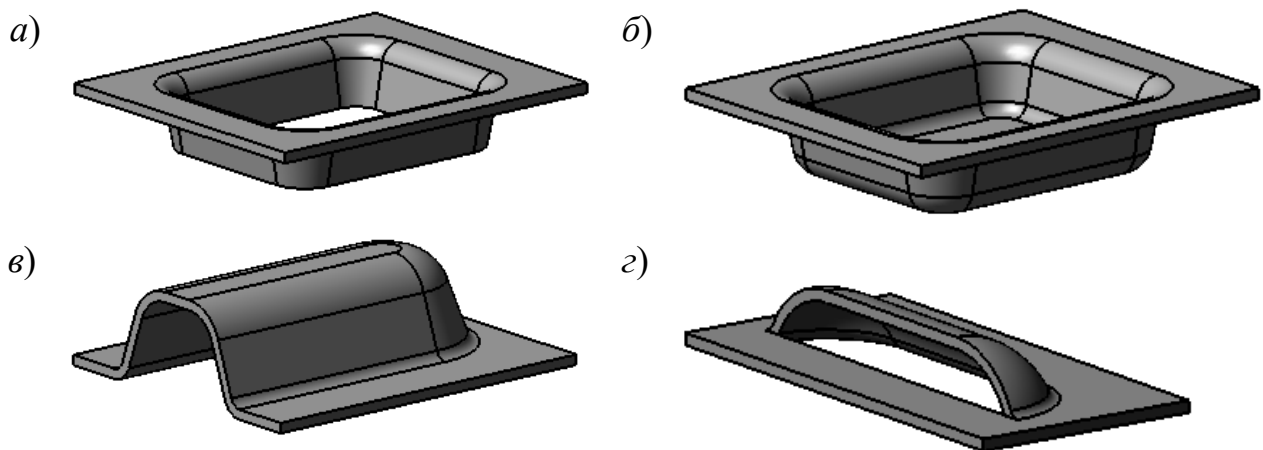

Рисунок 17.4 – Штамповочные элементы
- открытая и закрытая штамповка (рисунок 17.4, *а*, *б*);
- буртик (рисунок 17.4, *в*);
- жалюзи (рисунок 17.4, *г*).